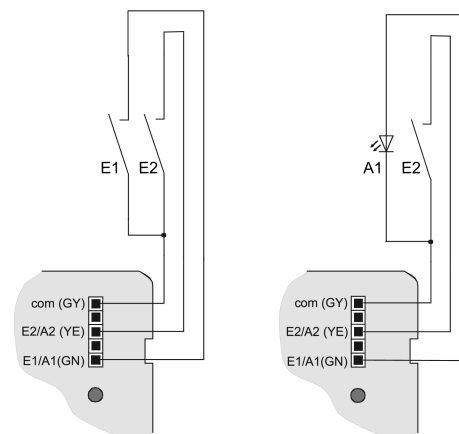

Bild 2: Anschlussbeispiele für Taster / Schalter / Kontakte und LED
Der Busanschluss erfolgt mit einer Busanschlussklemme (A). Der Anschluss der Taster / Schalter / Kontakte oder LED erfolgt mit Hilfe der beigelegten Anschlussleitung (Bild 2).